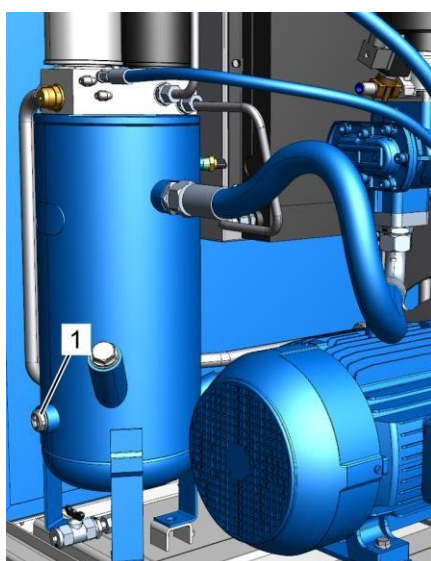

Рис. 30: Смотровое отверстие
3. Убедитесь в том, что смотровое отверстие (Рис. 30/1) полностью смочено.